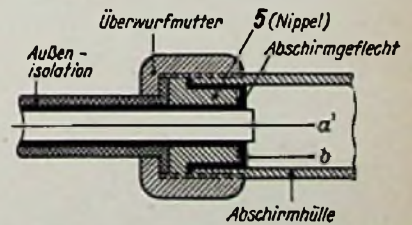

Bild 6. Schnitt durch die Kabeleinführung
6. Kabelseele freilegen und mit Punkt b verbinden. Damit ist die vollständige Schaltung hergestellt. Die ganze Anordnung wird nun von der Tastspitze aus mit einem Glasrohr überzogen. Ein passender Isolierschlauch erfüllt den gleichen Zweck. Die nun schon ziemlich stabile Konstruktion wird in die Abschirmhülle eingeführt, wobei der Nippel, Teil 5, das Abschirmgeflecht gegen die Rohrwandung preßt und damit Hülle und Kabelabschirmung leitend miteinander verbindet (Bild 6). Überstehendes Geflecht wird abgeschnitten und die Überwurfmutter aufgeschraubt. Durch die zwischen Mutter und Nippel eingeklemmte Außenisolation wird das Kabel zugentlastet. Antennenkabel ist gegen Knickbeanspruchung recht unempfindlich. Ein besonderer Knickschutz ist daher nicht erforderlich, kann aber in Form einer passenden Spiralfeder angebracht werden.